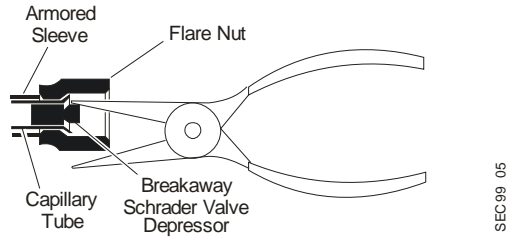

Figure 5: Removing the Schrader Valve Depressor
5. Insert the tip of a pair of needle-nose pliers as shown in Figure 5.
5. Inserte la punta de un par de pinzas de punta como se muestra en la Figure 5.